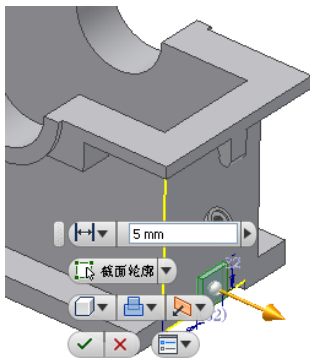

图 9-48 拉伸示意图
②单击【草图】标签上的【完成草图】工具按钮，退出草图环境，进入零件特征环境，单击【三维模型】标签栏【创建】面板上的【拉伸】工具按钮，打开“拉伸”对话框，选择绘制的正方形作为拉伸截面轮廓，拉伸示意图如图 9-48 所示。